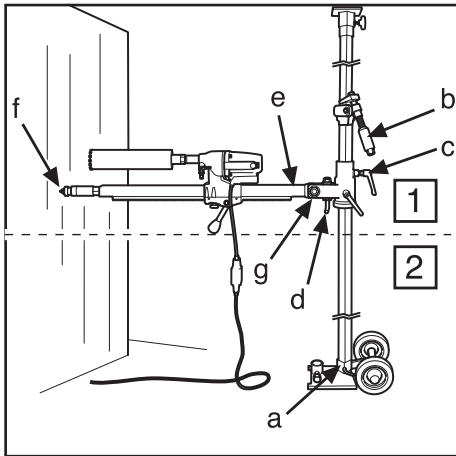
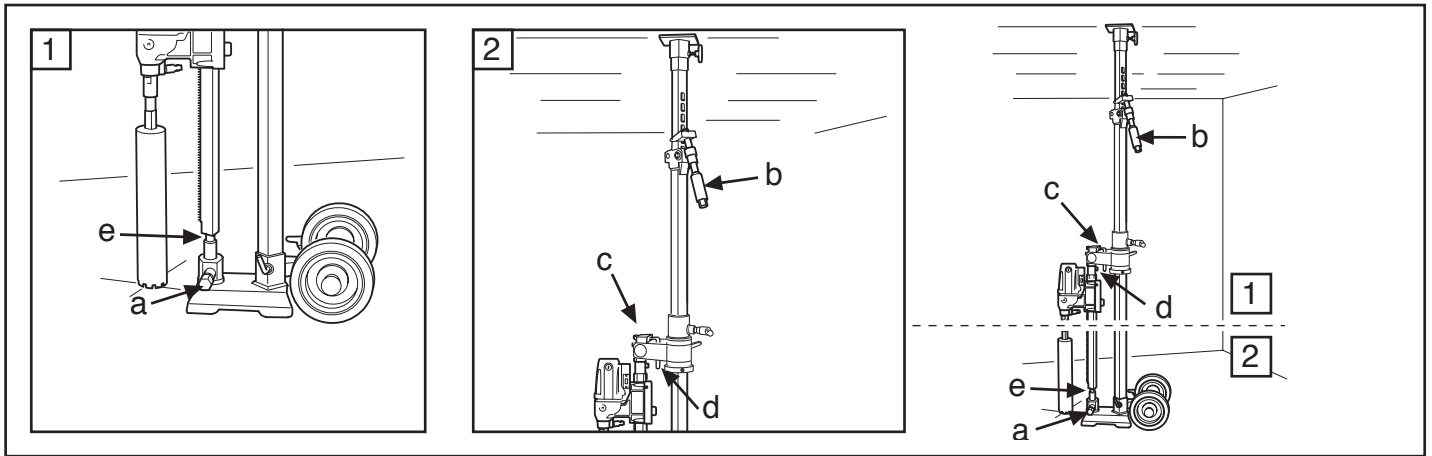

Fig. 6
Fig. 11
- rivolto verso l'alto, e viceversa se l'altezza di foratura è inferiore a 1,5 m. Controllare che il montante sia fissato alla piattaforma con il bullone di fissaggio (a) (fig. 6, 8).
6. Riportare in posizione la colonna di foratura ruotandola in modo che la perforatrice sia nella posizione desiderata contro la parete. Fissare la manopola di bloccaggio (fig. 6, 7) (c).
Außenrohr nach oben gedreht sein, bei Bohrungen unterhalb von 1,5 m ist es umgekehrt. Überprüfen, ob der Stempel mit dem Sicherungsbolzen (a) in der Sohlenplatte verriegelt ist (Abb. 6, 8).
6. Bohrsäule mit dem Bohrmotor in die gewünschte Stellung an der Wand zurückdrehen. Verriegelungsdrehknopf sichern (Abb. 6, 7) (c).
orienté vers le haut ; si le forage est effectué à une hauteur inférieure à 1,5 m, il doit être orienté vers le bas. Contrôler que le poteau est verrouillé dans le piétement à l'aide du boulon de blocage (a) (Fig. 6, 8).
6. Tourner le pilier de forage avec le moteur de forage sur la position souhaitée contre le mur. Verrouiller la poignée de verrouillage (Fig. 6, 7) (c).
vanaf de wand, de kolomschroef moet ingeschroefd zijn. Wanneer hoger dan 1,5 m moet worden geboord, moet de dickere buitenpijp omhoog zijn gedraaid en andersom wanneer lager dan 1,5 m wordt geboord. Controleer of de kolom met de borgbout (a) in de bodemplaat vastzit (Fig. 6, 8).
6. Draai de boorkolom met de boormotor terug naar de gewenste stand tegen de wand. Zet de borgknop vast (Fig. 6, 7) (c).
7. Riportare indietro e sollevare la colonna di foratura, bloccandola con l'impugnatura a L (d) e il dado (g) (fig. 6, 7). Per la foratura angolata, allentare l'impugnatura a L (d) e portare la colonna di foratura all'angolo desiderato serrando il dado (g) con la chiave da 30 mm (fig. 6, 7).
8. Controllare la posizione della testa di foratura. Avvitare la vite del montante (f) (fig. 6, 10) alla parete per fissare la colonna di foratura. Fissare con il dado di bloccaggio da 30 mm (f) (fig. 6, 10), utilizzando un
- La colonna di foratura ruota di 360° e si blocca nella posizione desiderata con la chiave a brugola da 8 mm (e) (fig. 6, 7).
7. Die Bohrsäule nach hinten winkeln und hochklappen, mit dem L-Griff (d) und der Mutter (g) sichern (Abb. 6, 7). Beim Winkelbohren wird der L-Griff (d) gelöst und die Bohrsäule auf den gewünschten Winkel eingestellt, dazu wird die Mutter (g) mit dem 30-mm-Schraubenschlüssel (Abb. 6, 7) angezogen.
8. Die Stellung der Bohrkronen prüfen. Die Stempelschraube (f) (Abb. 6, 10) zur Befestigung der Bohrsäule an der Wand einschrauben. Mit 30-mm-Sicherungsmutter (f) sichern (Abb. 6, 10), dabei einen Holzstab oder dergleichen als Zwischenstück
- Die Bohrsäule ist um 360° drehbar und wird mit einem 8-mm-Inbusschlüssel (e) fixiert (Abb. 6, 7).
7. Remettre en place, sortir le pilier de forage et attacher avec la poignée en L (d) et l'écrou (g) (Fig. 6, 7). En cas d'ébarbage, la poignée en L (d) doit être desserrée et le pilier de forage réglé sur l'angle souhaité en serrant l'écrou (g) à l'aide d'une clé de 30 mm (Fig. 6, 7).
8. Contrôler la position du trépan. Visser la vis du poteau (f) (Fig. 6, 10) contre le mur pour attacher le pilier de forage. Attacher avec un contre-écrou de 30 mm (f) (Fig. 6, 10) en utilisant une règle en bois ou un instrument similaire comme pièce intermédiaire.
- Le pilier de forage peut pivoter à 360° et se verrouiller sur la position choisie à l'aide d'une clé hexagonale de 8 mm (e) (Fig. 6, 7).
7. Klap de boorkolom terug, zet vast met de L-handgreep (d) en moer (g) (Fig. 6, 7). Bij boren onder een hoek wordt de L-handgreep (d) losgemaakt en de boorkolom in de gewenste hoek gezet door de moer (g) met een 30 mm sleutel vast te draaien (Fig. 6, 7).
8. Controleer de stand van de boorkroon. Schroef de kolombout (f) (Fig. 6, 10) tegen de wand om de boorkolom te fixeren. Zeker met borgmoer 30 mm (f) (Fig. 6, 10) gebruik een houten regel of iets dergelijks
- De boorkolom is 360° draaibaar en wordt in de desbetreffende stand vastgezet met een 8 mm inbussleutel (e) (Fig. 6, 7).
1. Montare il supporto nel rispetto delle istruzioni. Per la foratura di pareti, vedere pag. 17, 19. Abbassare la colonna di foratura con l'impugnatura a L (d) in modo che la vite del montante (f) (fig. 6, 7) tocchi il manicotto
di bloccaggio (a) (fig. 11). Serrare il dado di bloccaggio (g) con una chiave da 30 mm (fig. 6, 7) e la manopola di bloccaggio (c) (fig. 6, 7).
3. Bloccare la vite del montante nel relativo manicotto con la vite di bloccaggio (a) e il dado (e). Serrare con la chiave da 24/30 mm (fig. 11).
1. Den Ständer der Anleitung „Bohren in der Wand“ entsprechend anbringen, siehe Seite 17, 19. Die Bohrsäule mit dem L-Griff (d) so herabklappen, dass die Stempelschraube (f) (Abb. 6, 7) in der Sicherungshülse (a) (Abb.
11) landet. Die Sicherungsmutter (g) mit einem 30-mm-Schraubenschlüssel (Abb. 6, 7) und den Verriegelungsknopf (c) (Abb. 6, 7) anziehen.
3. Die Stempelschraube mit Sicherungsschraube (a) und Mutter (e) in der Sicherungshülse verriegeln und mit einem 24/30-mm-Schraubenschlüssel festziehen (Abb. 11).
1. Monter le support selon les instructions de Forage dans un mur, voir pages 17, 19. Rabattre le pilier de forage avec la poignée en L (d) afin que la vis du pilier (f) (Fig.6, 7) bute sur la rondelle de blocage (a) (Fig.11). Serrer le contre-écrou (g) à l'aide d'une clé de 30 mm (Fig.6, 7) et serrer la poignée de
verrouillage (c) (Fig.6, 7).
3. Verrouiller la vis du poteau dans la rondelle de blocage avec la vis de blocage (a) et l'écrou (b) et serrer à l'aide d'une clé de 24/30 mm (Fig.11).
1. Monteer het statief volgens de aanwijzingen, Boren in wanden, zie bladzijde 17, 19. Klap de boorkolom met de L-handgreep (d) uit, zodat de kolombout (f) (Fig. 6, 7) tegen de borghuls komt (a) (Fig. 11). Zet de borgmoer (g) vast met een 30 mm sleutel (Fig. 6, 7) en zet de knop